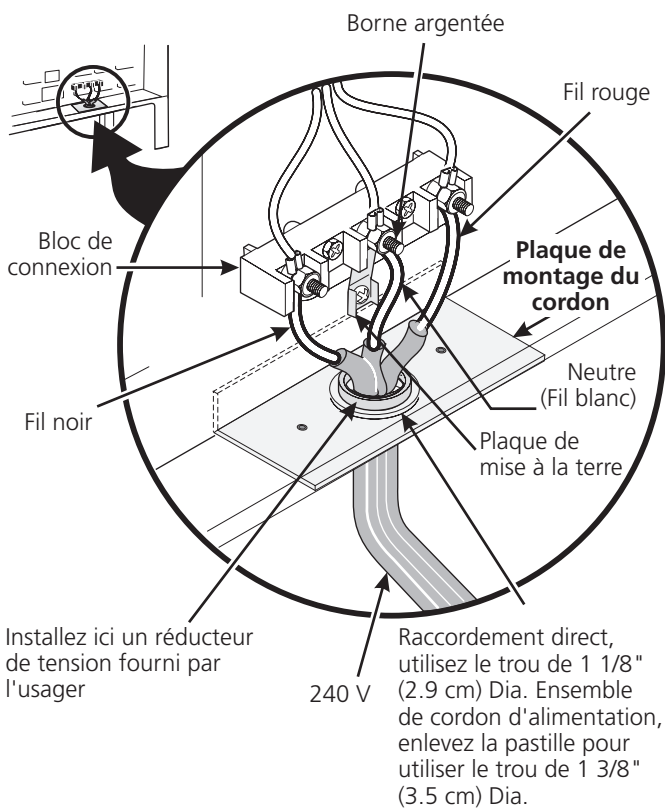

Figure 3
Si les codes locaux permettent la connexion du conducteur de mise à la terre du châssis au fil neutre du cordon d'alimentation en cuivre (voir figure 3).
2. Utilisez les écrous fournis dans l'enveloppe littérature pour raccorder le neutre du cordon d'alimentation cuivré à la borne argentée située au centre du bloc de connexion, et raccordez les autres fils aux bornes extérieures. Assortissez les fils et les bornes conformément aux couleurs (branchez le fil rouge à la borne de droite, et le fil noir à la borne de gauche) (voir figure 3).